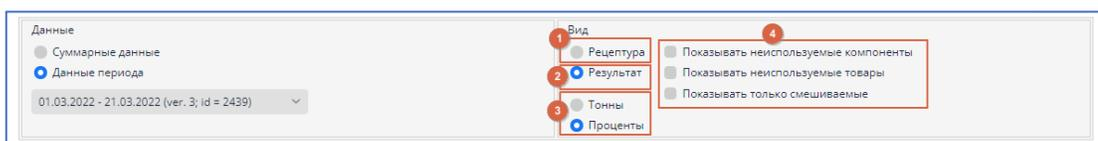

рис. 10.4. Настройка вида отображения данных
- настройка рецептуры смешения с цветовым кодированием рекомендаций по включению компонента в схему смешения с отображением данных (см. рис. 10.4. [1]).
Дополнительно можно указать, что именно показывать (см. рис. 10.4. [4]):
- отображение результата (см. рис. 10.4. [2]), выраженного в процентах или тоннах (см. рис. 10.4. [3]).